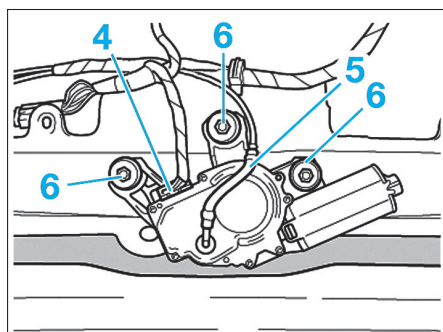

Fig. 66
• Desserrer l'écrou de fixation (2) sans le dévisser complètement.
• Rabattre le bras d'essuie-glace (3) vers le haut et le désolidariser du cône en lui appliquant des mouvements latéraux.
• Dévisser l'écrou de fixation (2) et retirer le bras d'essuie-glace.
• Débrancher le connecteur (4) du moteur d'essuie-glace (Fig.66).